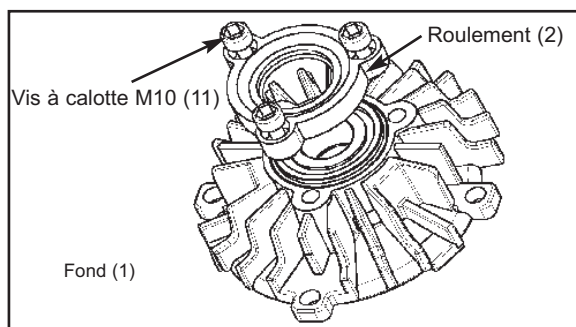

Figure 23
8. Installez un joint torique neuf de protecteur de roulement, remettez en place les cales éventuelles et fixez le protecteur de roulement au fond avec trois vis M10 (11). Serrez les vis au couple de 26 lbs ft (35 Nm) ; voir la figure 23.